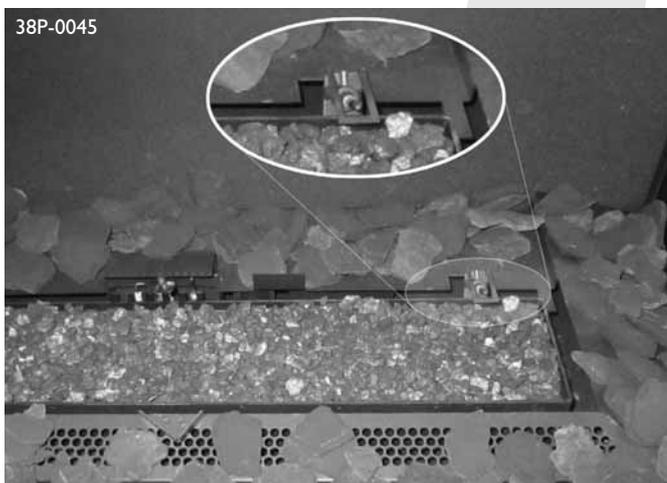

fig. 10a
- non coprire la termocoppia 2 e lo spazio circostante (vedi Fig. 10a).